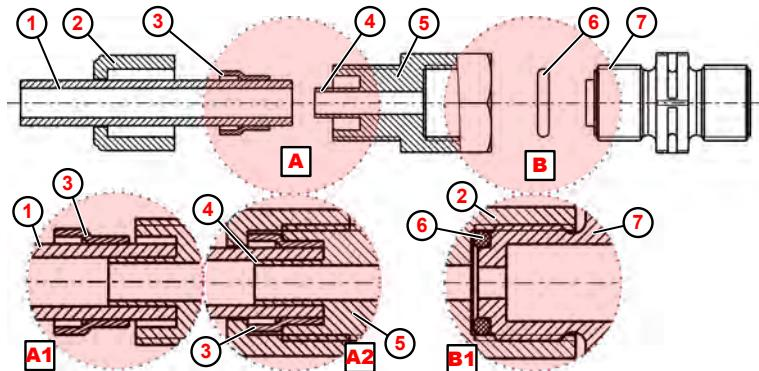

Fig. 7: Attacco tubo rigido e tubo flessibile con manicotto di sostegno integrato.
1. Inserire l'O-Ring ( Fig. 7 , ⑥ ) nel dado della valvola di aspirazione/di mandata ⑦ .
2. Serrare la vite di accoppiamento ⑤ (dettaglio B1 ).
3. Tagliare il tubo flessibile ① diritto.
4. Fare scorrere il dado per raccordi ② nel tubo flessibile ① .
5. Fare scorrere l'anello di bloccaggio ③ nel tubo flessibile ① .
6. Fare scorrere il tubo flessibile ① fino a fine corsa sul manicotto di supporto ④ (dettaglio: A1 ).
7. Serrare la vite di accoppiamento ⑤ (dettaglio A2 ).